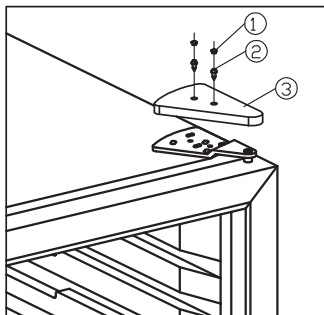

fig. 7.1
- Retirez les couvercles de vis et dévissez le couvercle décoratif. Voir fig. 7.1